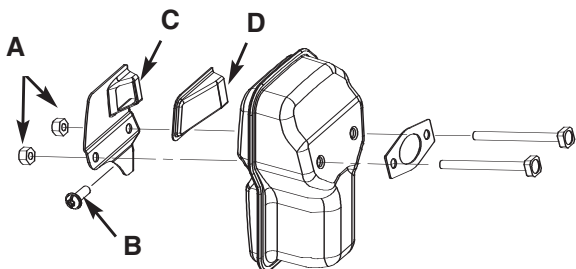

Fig. 38
2. Retirez la vis (B) qui retient le capot du pare-étincelles (C). (Fig. 38)
3. Débarrassez-vous de l'ecrxn stoppeur d'itincelles endommagé (D) et changez-le avec un nouveau.